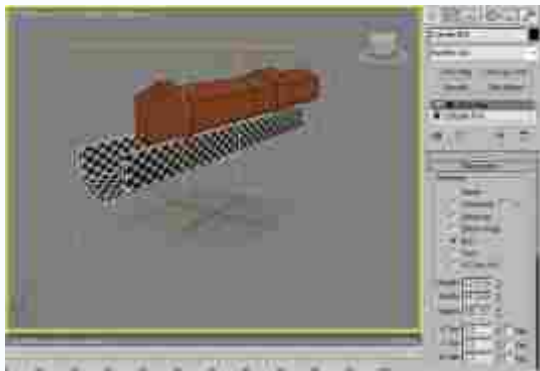
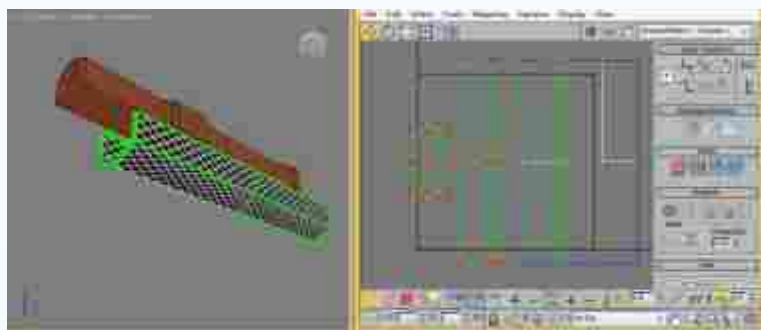

图2-65 凹槽UV展开基础参数设置
图2-66 凹槽UVW编辑适配效果
(4) 对编辑好UVW的支架模型以“Z”为中心进行镜像复制。根据炮台凹槽部分的模型结构,对凹槽内部及外部的UV进行统一展开。凹槽UV展开基础参数设置如图2-65所示。结合前面已经编辑好的UV棋盘格的大小,进入Unwrap UVW编辑器对凹槽进行适配,尽量使其与其他部位的棋盘格分布统一协调,如图2-66所示。